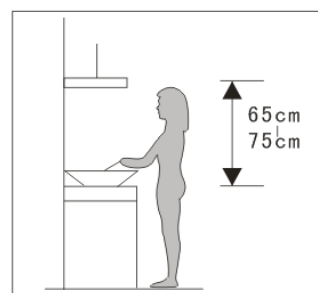

Imagen 1
1. Para obtener los mejores resultados posibles, la campana extractora debe colocarse a una distancia de 65-75 cm con respecto a la superficie de cocción. (Ver imagen 1)